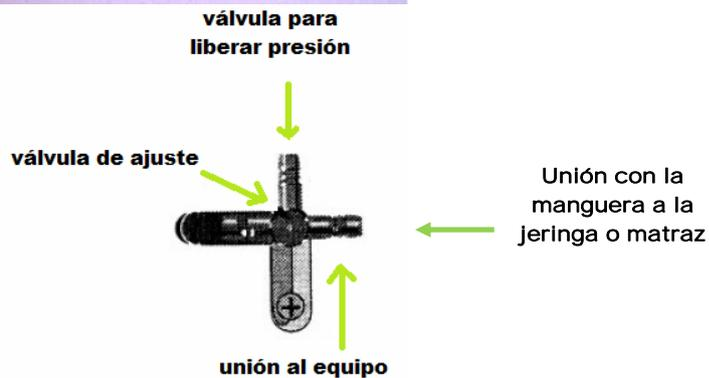

Figura 1. Imagen de las válvulas del sensor de presión y unión con la jeringa.
2. Conecte la manguera del sensor a la jeringa, con la válvula de liberación cerrada. Nota: La jeringa debe encontrarse con el embolo en 20 mL. Ver figura 1.
6. Asegúrese que la letra "A", este encendida (ON). Utilice las flechas de navegación para colocarse sobre "B" y "C" y accione la barra espaciadora de la computadora para que quede en OFF (apagado)